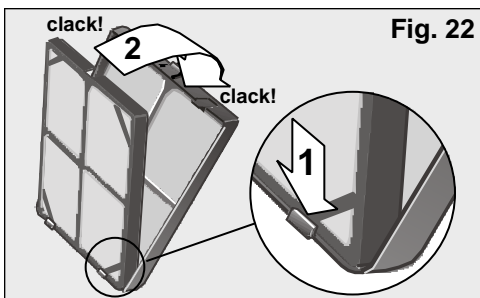

Fig. 22
- Introducir el filtro doble activo + posicionador en el filtro base como se muestra en la **Fig. 22**, teniendo en cuenta que en primer lugar deberá encajarlo en las patillas inferiores.